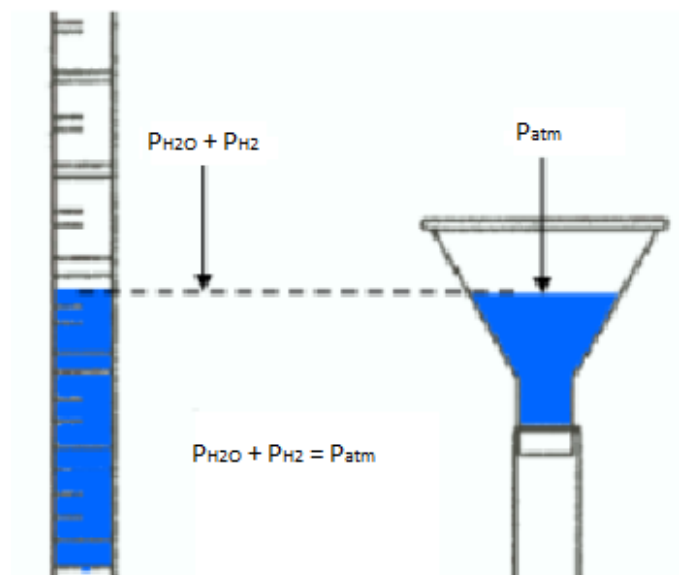

Figura 2: Niveles del agua
11. Mover el embudo para igualar el nivel del agua con el nivel de la bureta, como se muestra en la **Figura 2**.